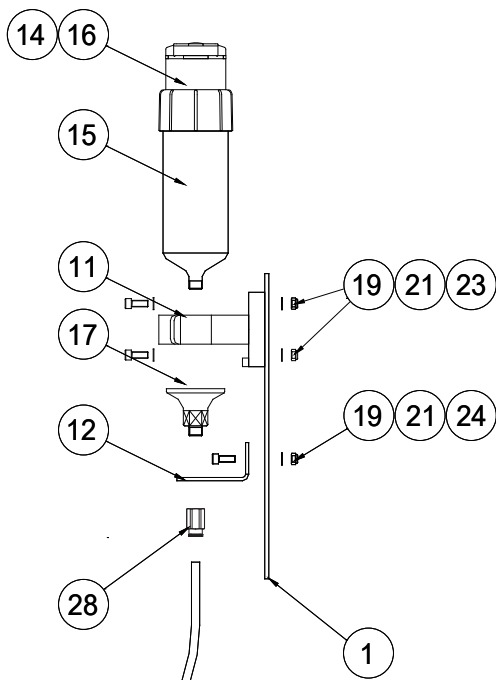

Figure 6
- Fixez l'entraînement / l'unité LC sur la plaque de montage (n° 1) à l'aide des équerres et des fixations fournies (voir Fig. 6), puis montez le tout sur une partie stable de la grue. Cet emplacement ne doit pas être éloigné du graisseur de plus de 2,5 m (longueur du double flexible).